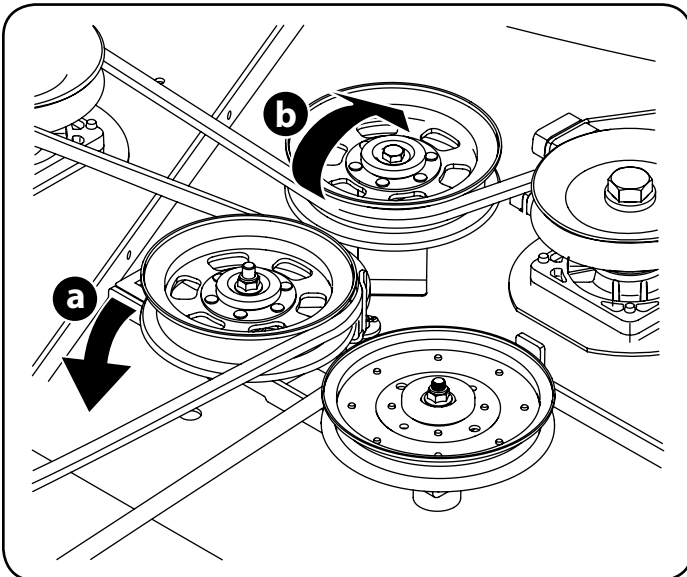

Figura 37
- b. Desde la parte media del tractor, haga girar el soporte de polea loca y la polea loca móvil hacia atrás, separándolos de la parte posterior de la correa en 'V' (a) a una distancia suficiente que permita levantar la correa, por encima de la polea loca (b). Vea la Figura 37.